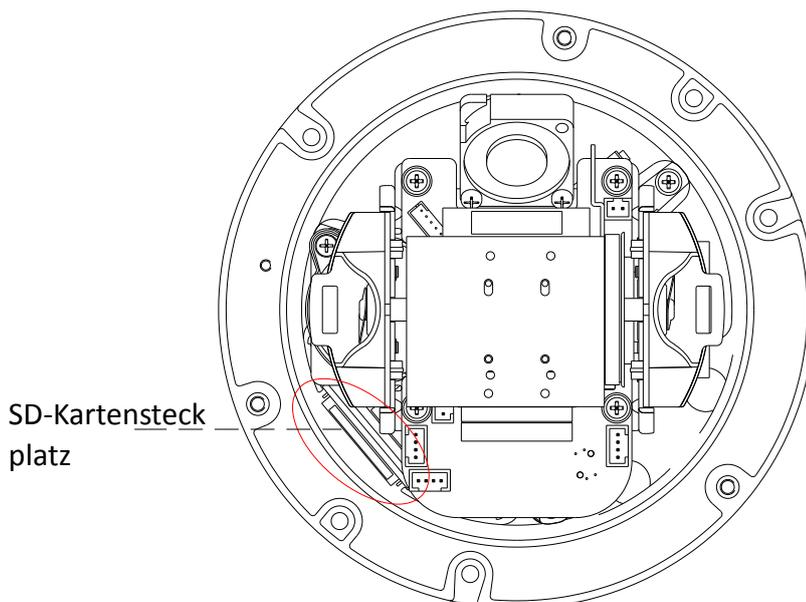

Abbildung 1-7 SD-Kartensteckplatz
8. Bei der Network Speed Dome-Kamera befindet sich ein SD-Kartensteckplatz am Kameramodul (siehe Abbildung 1-7), in den eine SD-Karte zur lokalen Speicherung eingesetzt werden kann.